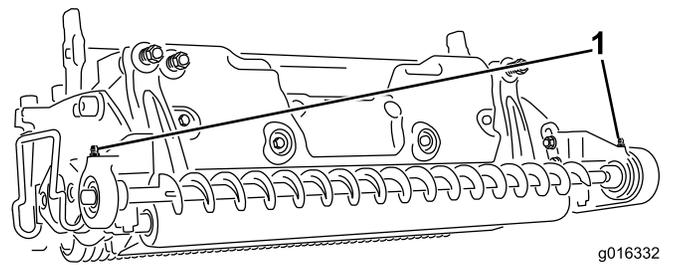

Figura 13
16. Lubrificate i raccordi di ingrassaggio dell'alloggiamento del cuscinetto con grasso al litio n. 2; vedere Figura 13.